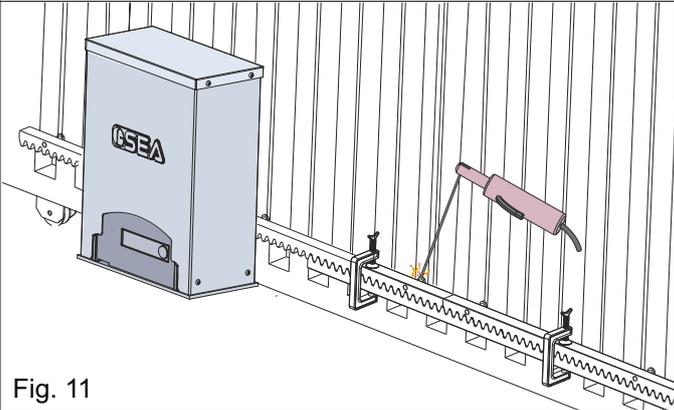

Fig. 11
**5.4.** Comprobar que todos los elementos de la cremallera estén perfectamente alineados y colocados correctamente (**dentado en fase**). Es aconsejable oponer un tercer elemento a dos elementos sucesivos como se indica en la Fig. 11;